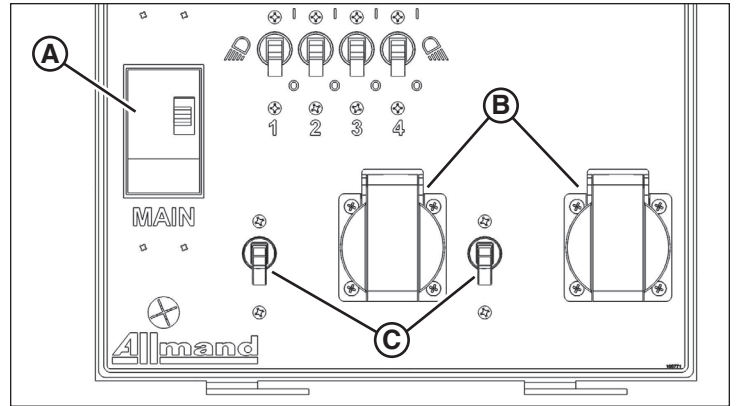

Figura 34
- Dos tomacorrientes Shucko (B, Figura 34), cada uno protegido por un disyuntor (C). (Solo modelos de 50 Hz)